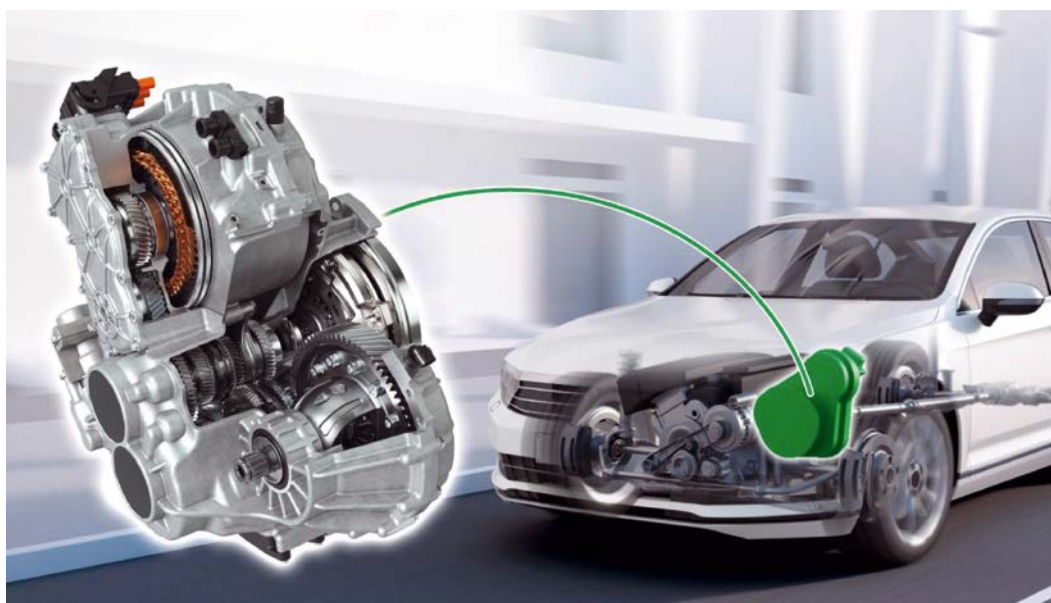

Fig. 4
- P1, dove c'è ancora un motore elettrico reversibile che funziona da booster (e da starter), però si adotta una disposizione che riduce l'ingombro di installazione e agisce mediante catena o ingranaggi, sull'albero motore. È una soluzione semplice ed economica, ma come nel caso precedente il motore a combustione interna e la trasmissione non possono essere disaccoppiati, quindi ne deriva che il recupero di energia cinetica è poco efficiente (vale quanto spiegato per lo schema P0) e non è permesso il funzionamento a trazione puramente elettrica. Un esempio è in **Fig. 4**.